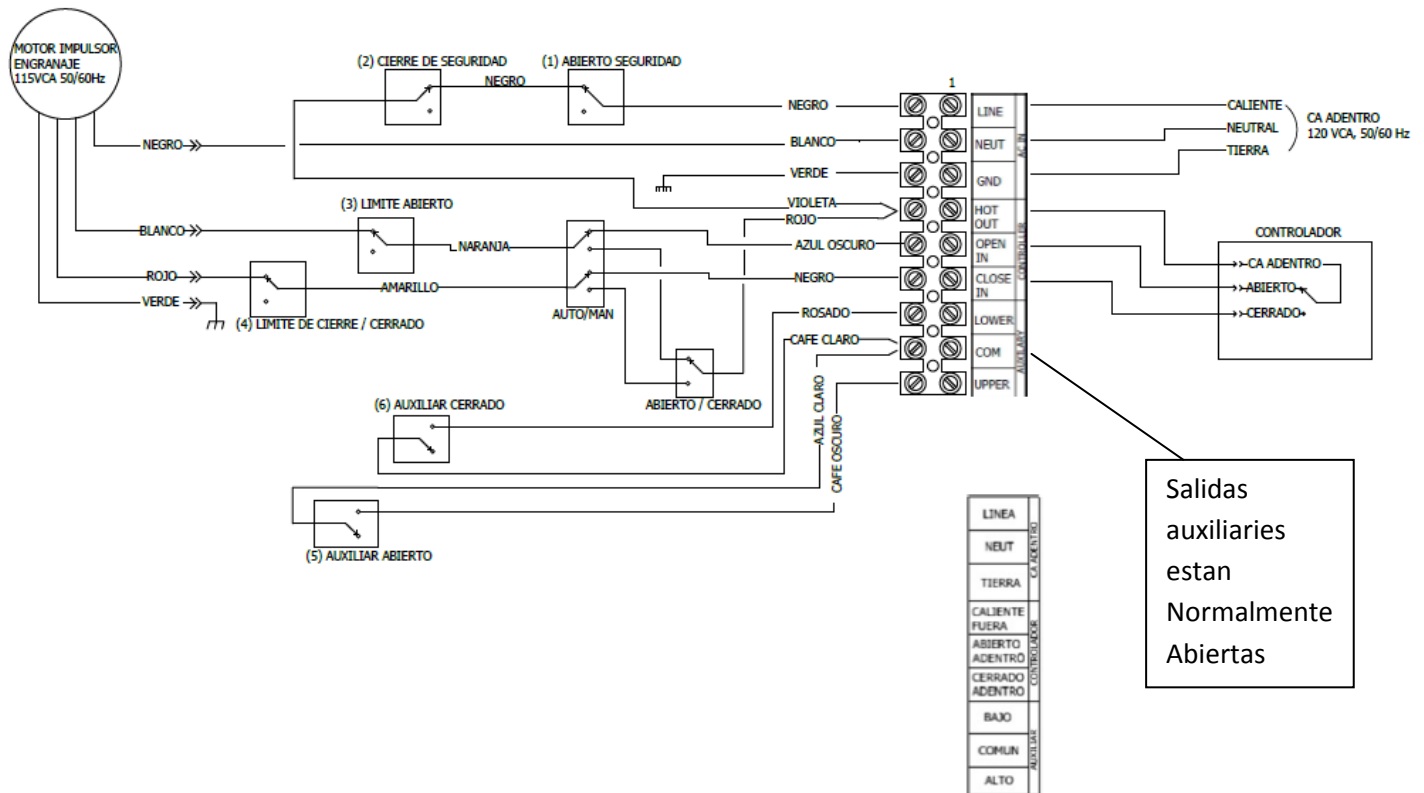

Figura 20A
27. Conectar los cables a la máquina por **(Figura 20A o 20B)** dependiendo del voltaje de entrada. Toda instalación de los cables debe realizarse de acuerdo con los códigos eléctricos nacionales y locales